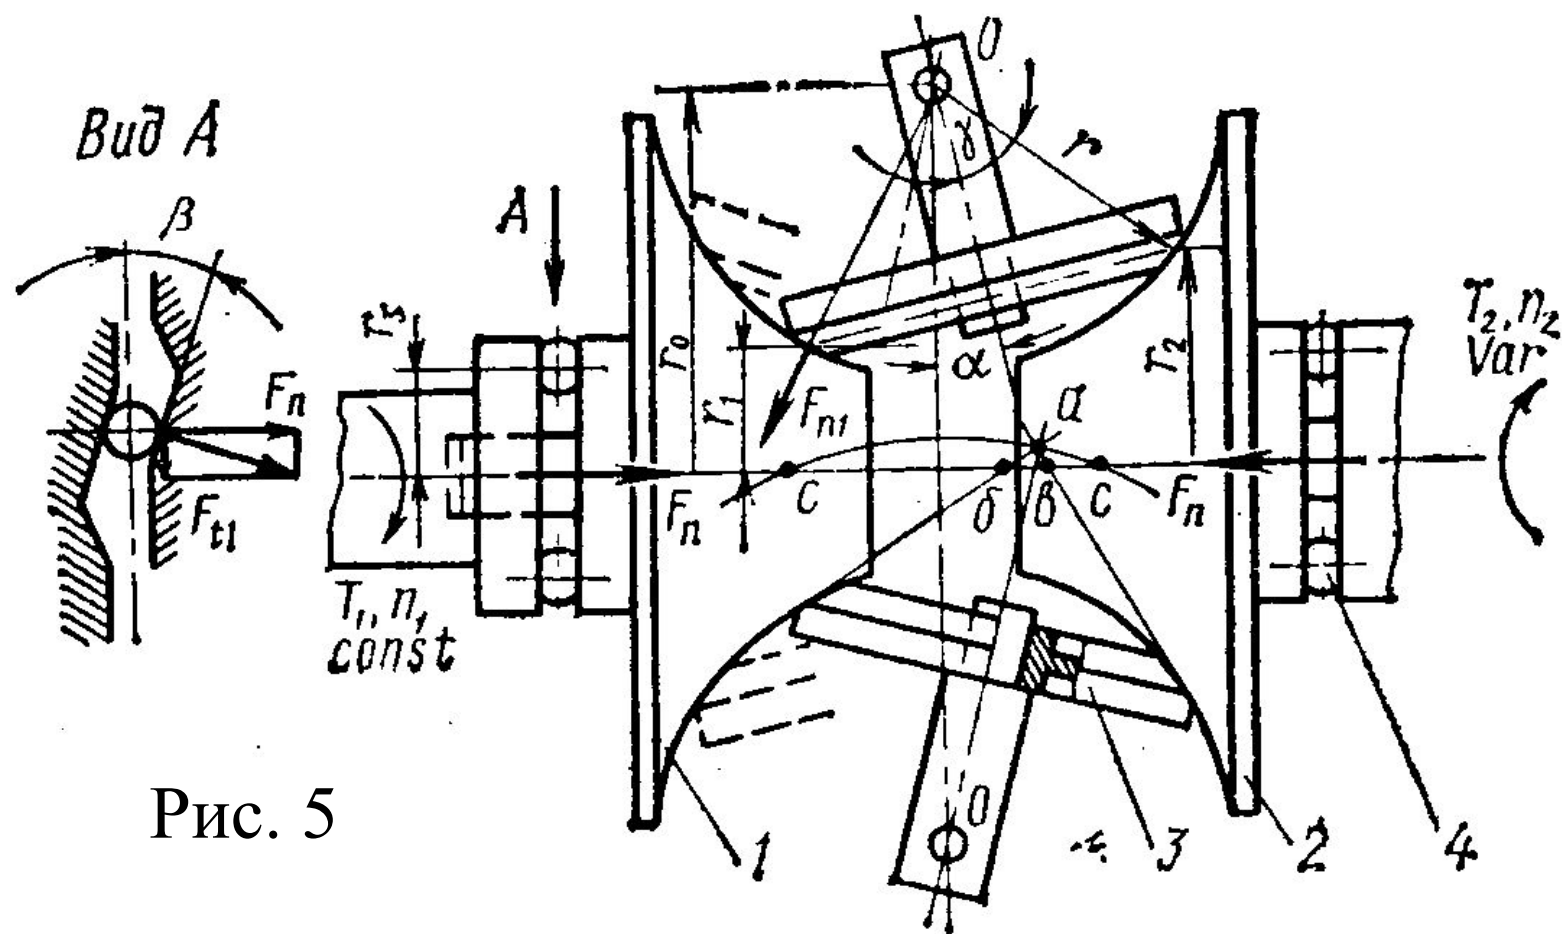

Рис. 5
- *Регулируемое прижатие* требует применения специальных нажимных устройств (см., например, на рис.5 шариковое само затягивающее устройство), при которых сохраняется постоянство отношения  $F/F_n$ . Кроме шариковых применяют также винтовые нажимные устройства.